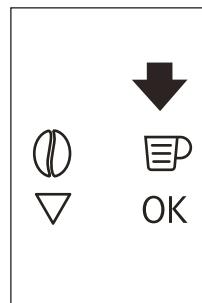
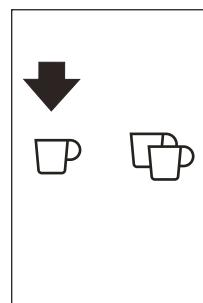
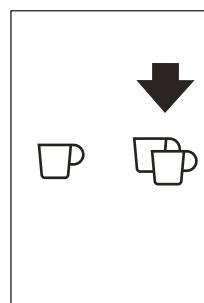

Рис. 18
Рис. 19
Рис. 20
- ▶ Нажмите значок (B5) (рис. 18), чтобы выбрать тип кофе: эспрессо, маленькая чашка, средняя чашка, большая чашка, кружка. Нажмите сенсорную кнопку (B10) (Рис. 19) чтобы сделать одну порцию кофе, или сенсорную кнопку (B11) (Рис. 20) чтобы сделать две порции кофе. Прибор запустит измельчение зерен и начнет выдачу кофе в чашку. После выдачи заданного количества кофе машина автоматически останавливается и отправляет отходы кофе в соответствующую емкость.